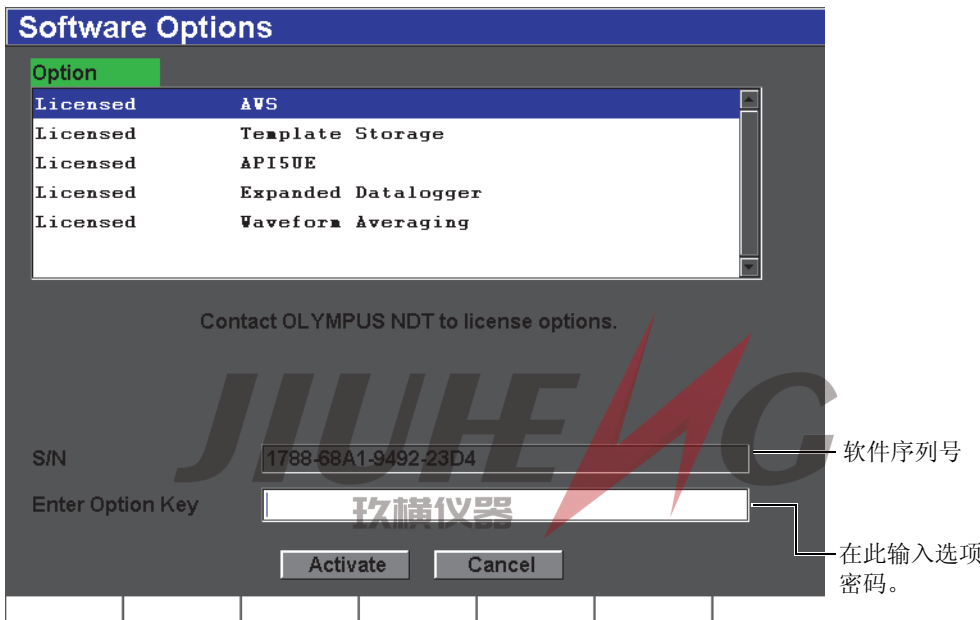

图 12-1 选项编码输入对话框
1. 选择 **Inst Setup**（仪器设置）> **Software Options**（软件选项），打开 **Software Options**（软件选项）设置页，如第 222 页的图 12-1 所示。
6. 使用虚拟键盘，在 **Enter Option Key**（输入选项编码）栏区输入激活编码（参见第 222 页的图 12-1）。